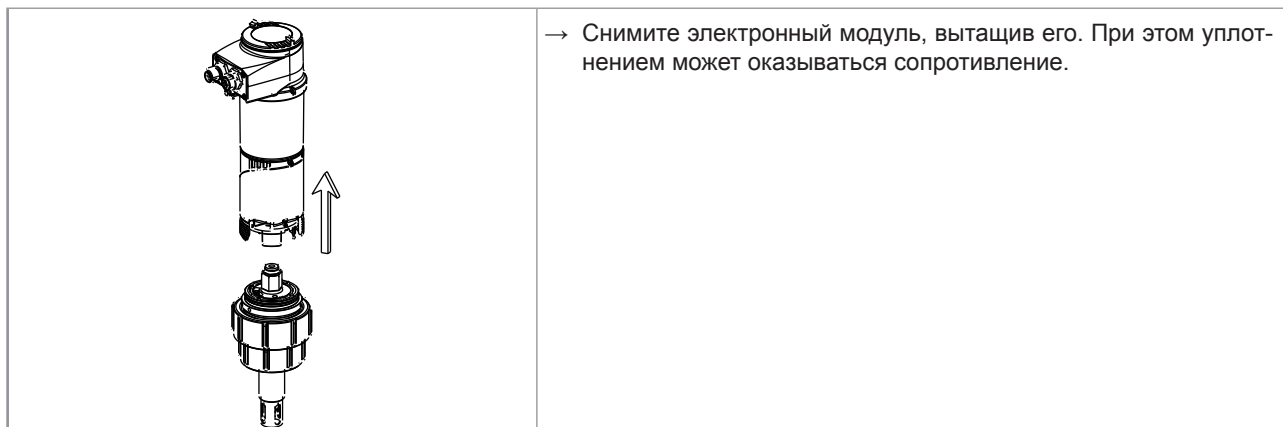

Рис. 15 Снятие электронного модуля с держателя датчика
- После калибровки преобразователя снимите электронный модуль с держателя датчика, как показано на рис. 15.